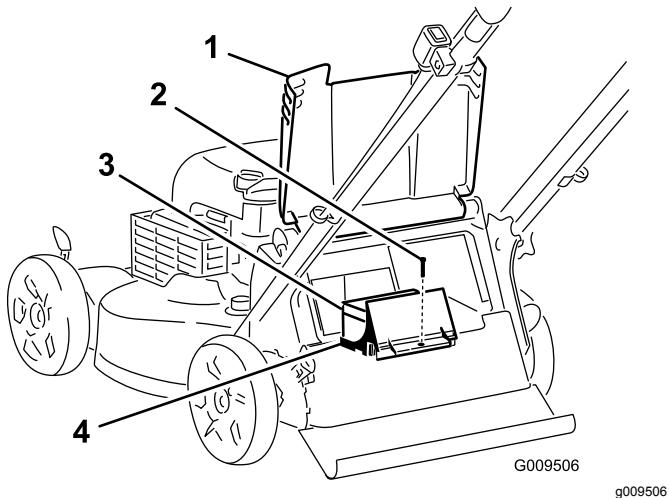

Figura 36
1. Erga o defletor traseiro e localize o compartimento da bateria (Figura 36).